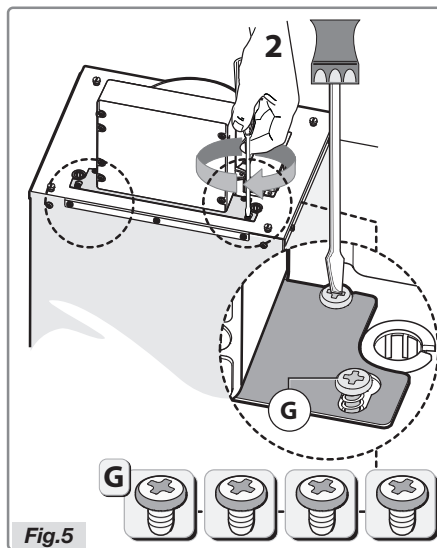

Fig.5
- Attachez le collier avec les quatre vis **G**, comme indiqué à la figure 5.